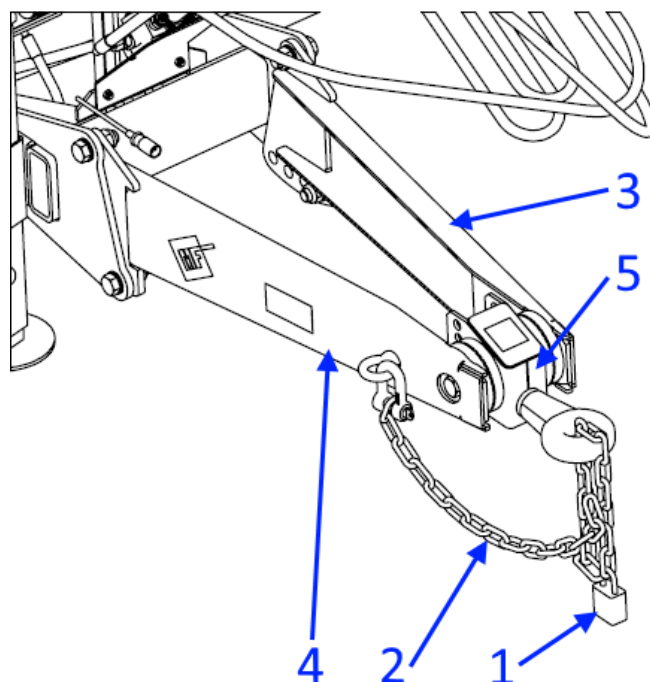

Figure 10. Équipement de timon d'attelage
- Pour éviter toute utilisation non autorisée, installer un verrouillage sur l'anneau du timon (**fig. 10 – 1**).
Description de l'équipement du timon d'attelage de l'enrubanneuse Z577 (**fig. 10**) :